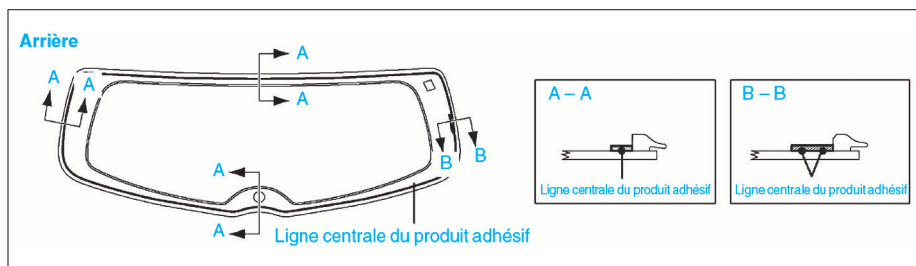

FIG. 14
- Appliquer le primaire d'adhérence sur la lunette (Fig.14).